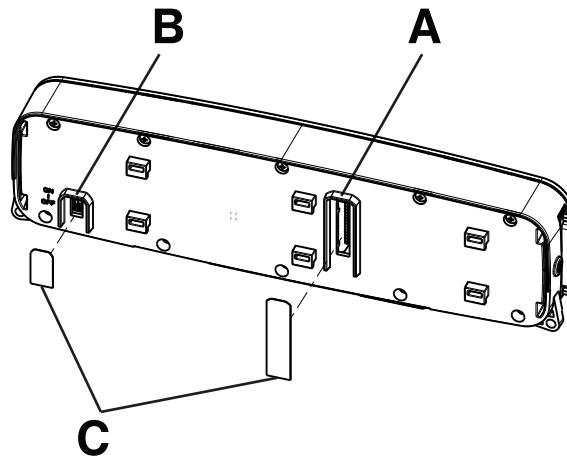

Figura 2 – Configuración del interruptor
2. Con un punzón largo, configure los interruptores DIP SB1 y SB2 (A) para hacer coincidir el sistema de llamada al personal de enfermería y el cable de comunicación de llamada al personal de enfermería (Figura 2).
3. Con un punzón largo, apriete el interruptor de **ENCENDIDO/APAGADO** del Secure Connect (B) para ponerlo en posición de **ENCENDIDO** (Figura 2).
4. Adhiera las dos etiquetas IPX suministradas (C) sobre el interruptor DIP y las muescas **ENCENDIDO/APAGADO** situadas en la parte trasera del Secure Connect (Figura 2).